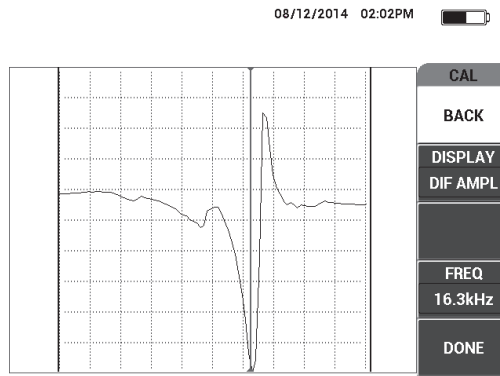

Figura 6-65 Selezione della migliore frequenza d'uso
6. Se necessario, selezionare la migliore frequenza operativa per le proprie esigenze regolando il parametro **FREQ.** (tasto D) mediante la manopola (vedere Figura 6-65 a pagina 187).